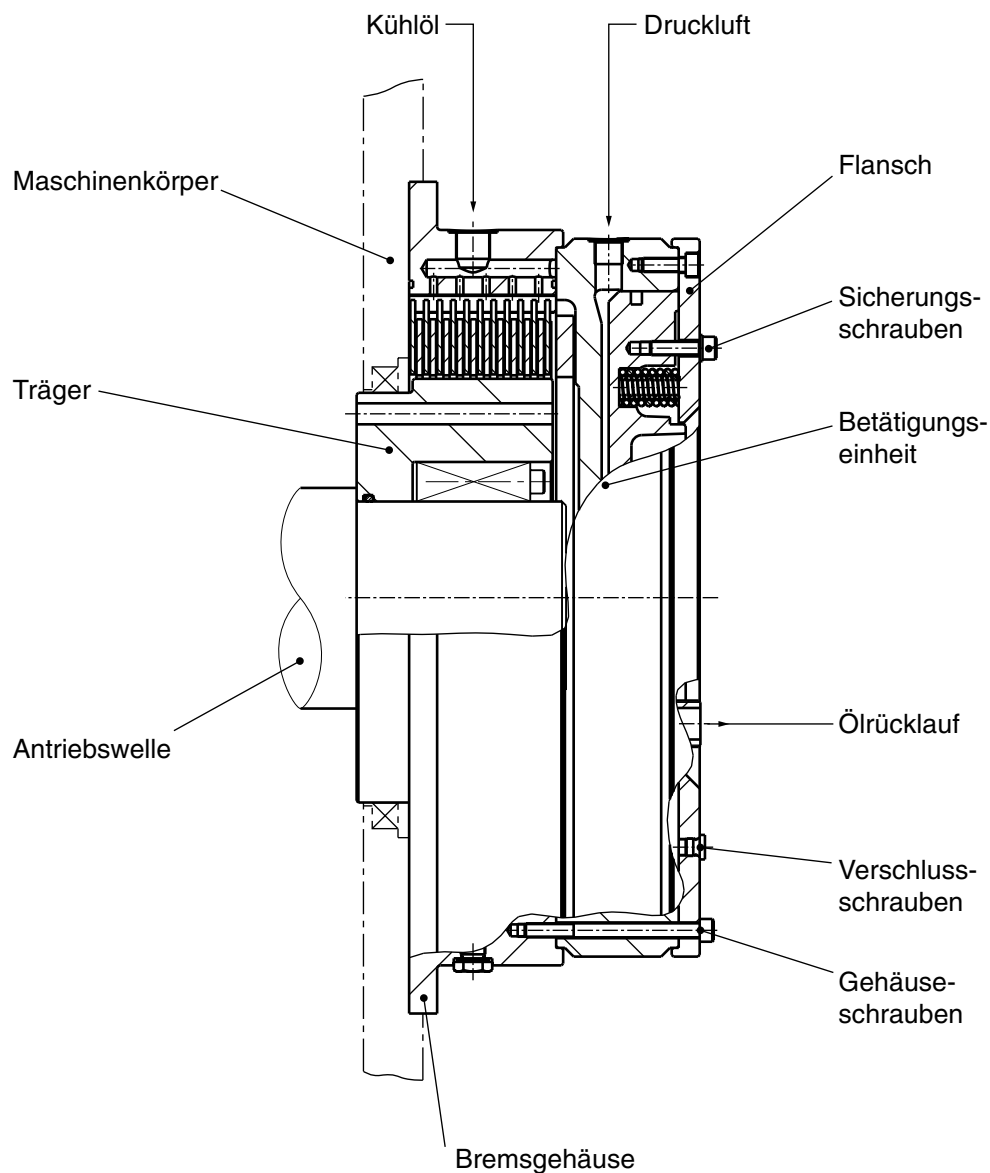

Abb. 3: Einbau der Bremse
- **Eine** Verschlusschraube aus der Betätigungseinheit entfernen (siehe Darstellung Abb. 3: Einbau der Bremse).